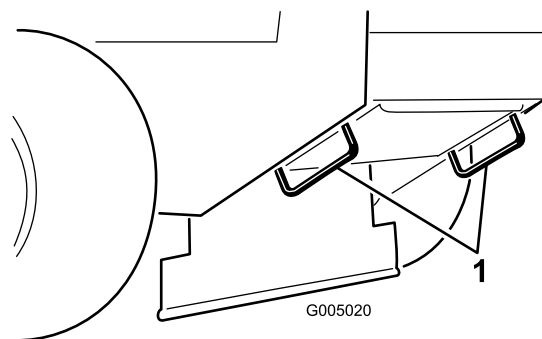

Figure 19
5. Servez-vous des points d'attache en métal de la machine pour arrimer celle-ci solidement sur le véhicule de remorquage à l'aide de sangles, chaînes, câbles ou cordes (Figure 19).